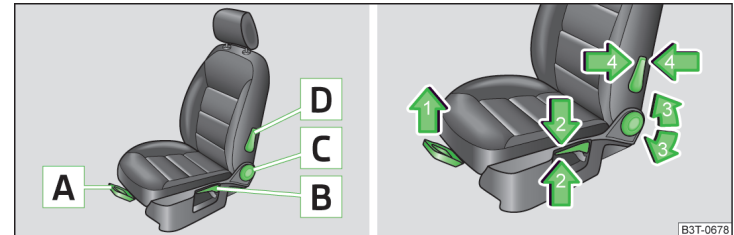

Abb. 66 Bedienelemente / Einstellung
- Den Hebel **A** » Abb. 66 in Pfeilrichtung 1 ziehen und den Sitz in die gewünschte Richtung schieben.
- Den Hebel **B** » Abb. 66 in Richtung eines der Pfeile 2 wiederholt ziehen bzw. drücken.
- Die Sitzlehne entlasten (sich nicht anlehnen) und das Handrad **C** » Abb. 66 in Richtung eines der Pfeile 3 drehen.
- Den Hebel **D** » Abb. 66 in Richtung eines der Pfeile 4 drücken.